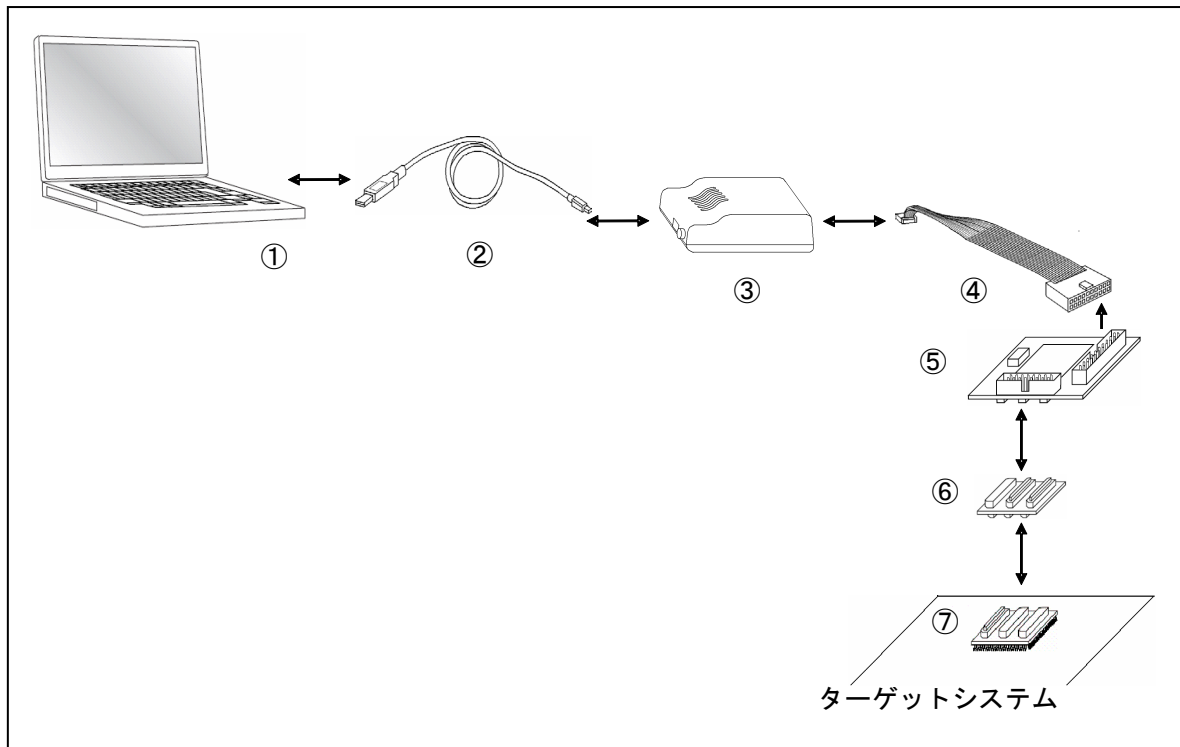
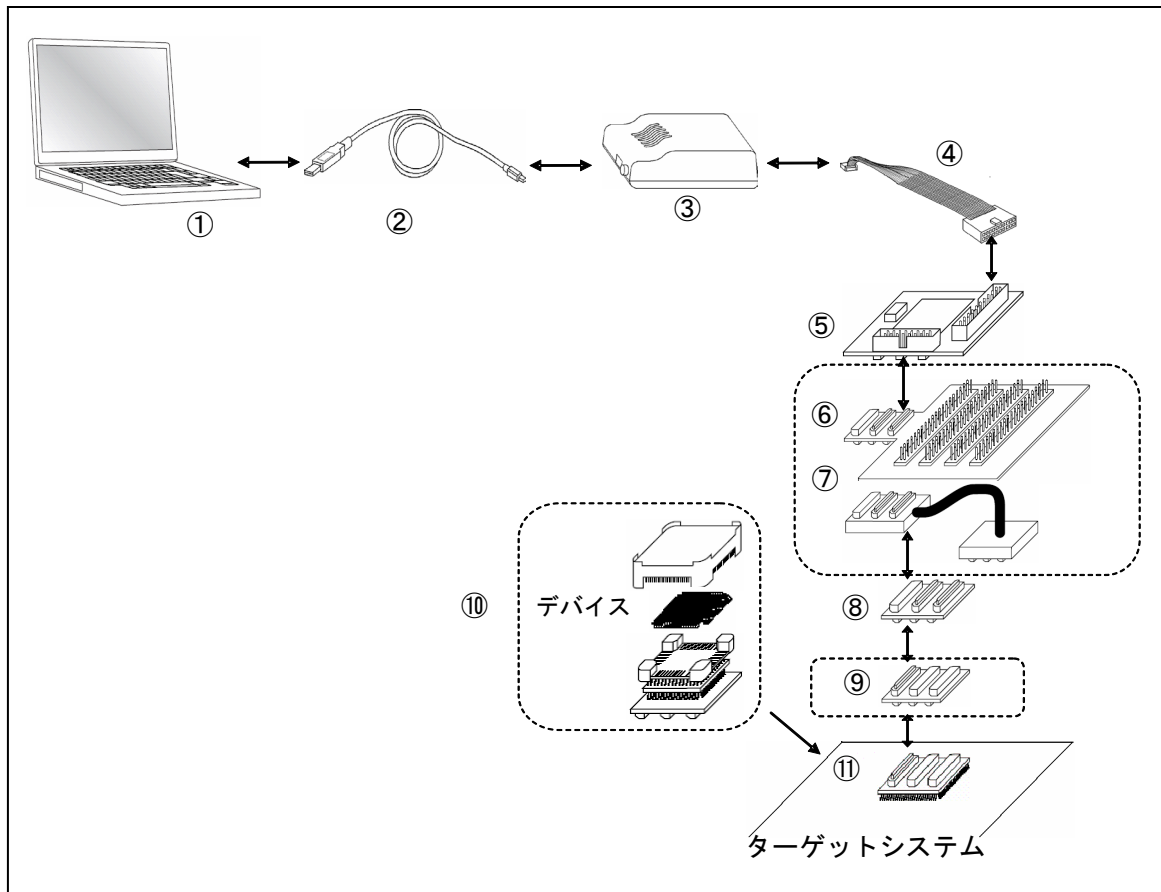

図4-1 インサーキット方式によるデバッグを行う標準的なシステム構成
図4-2 オプション製品を含めたシステム構成
下記に示す最小システム構成はインサーキット方式によるデバッグを行う上で、最低限必要なシステム構成になります。図4-1の⑥、⑦は本製品には添付していませんので、ご注意ください。また、⑤はQB-V850MINIに添付されていますが、QB-V850MINILには添付していませんので、ご注意ください。
エクステンジアダプタ、ターゲットコネクタを使用しQB-V850MINIL/QB-V850MINIとターゲットシステムを接続してください。他のオプション製品の接続箇所については、図4-1、図4-2のシステム構成図を参照してください。